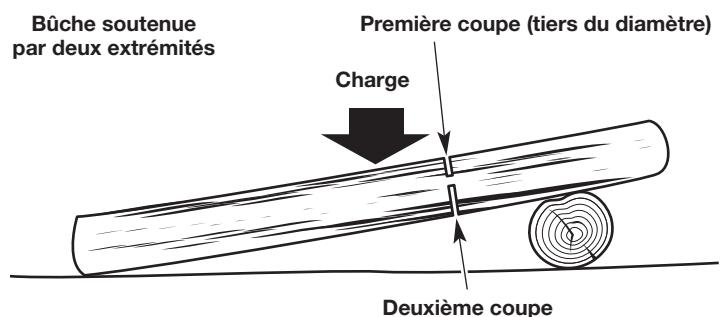

Fig. 15
- Si la bûche est soutenue sur deux extrémités (Fig. 15), faites la première coupe depuis le haut (*tronçonnage par dessus*). Reportez-vous à *Tronçonnage par-dessus*.